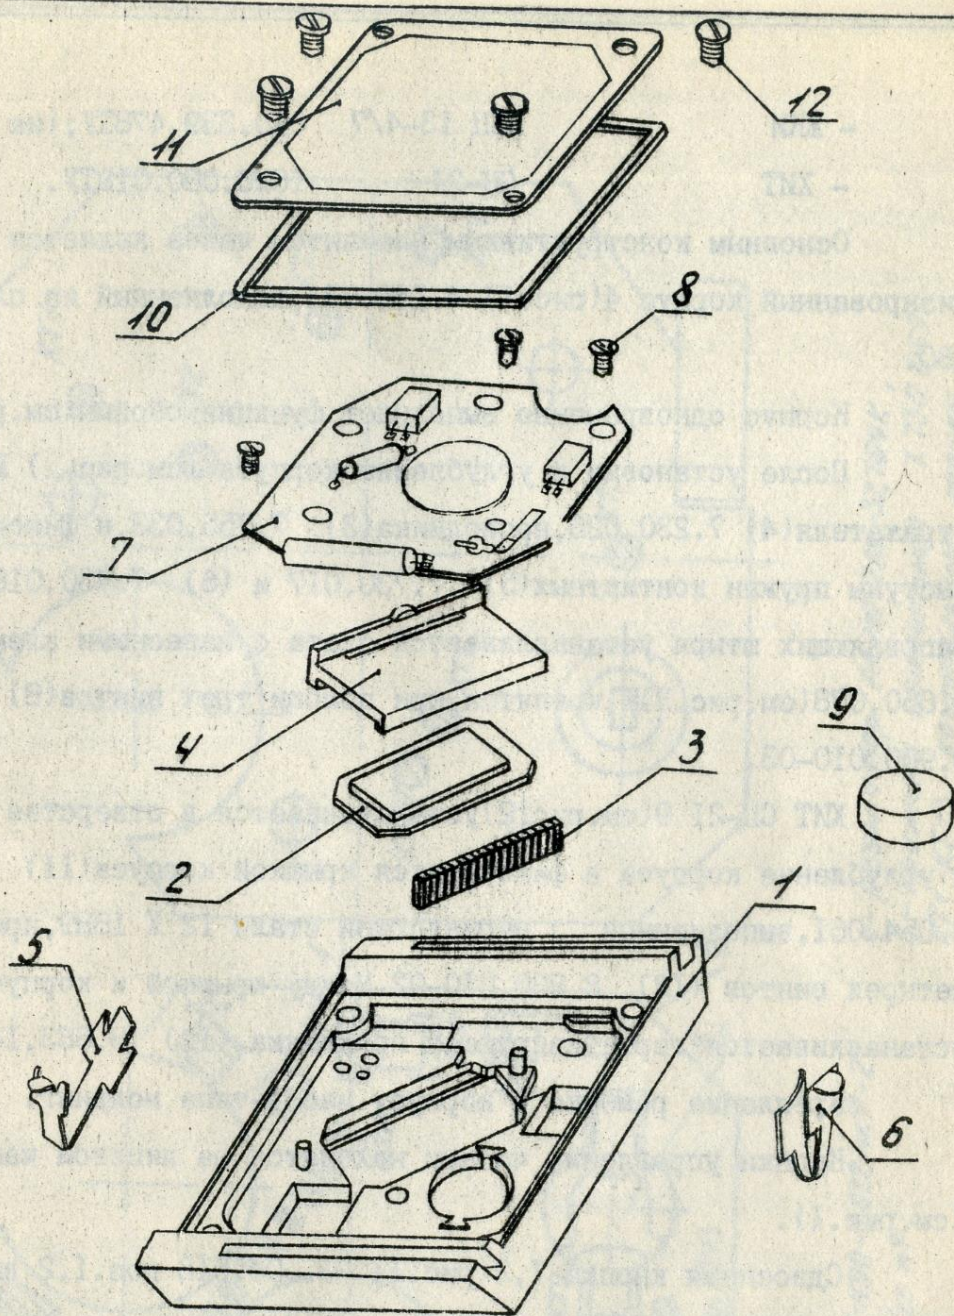

Рис.2 Конструкция часов
Корпус одновременно выполняет функции обоймы(см.рис.2, поз. I
После установки в углубление корпуса (см.рис.2) ЖКИ(2), отражателя(4) 7.230.026, проводника(3) 7.755.033, в фиксирующие выступы пружин контактных(5) 7.730.017 и (6) 7.730.018 на два направляющих штыря устанавливается плата с навесными элементами(7) 3.660.078(см.рис.3)и крепится при помощи трех винтов(8) 8.900.010-03.
ХИТ СЦ-2I 9(см.рис.2)устанавливается в отверстие платы(7) и углубление корпуса и фиксируется крышкой корпуса(II) 8.054.06I, выполненной из нержавеющей стали 12 X I8N9, при помощи четырех винтов (I2) 8.900.010-02. Между крышкой и корпусом устанавливается герметизирующая прокладка (I0) 8.683.143.
Электрическое соединение контактных площадок платы и ЖКИ осуществляется одним проводником (3), рис.2 7.755.033, представляющим собой блок из вертикально расположенных чередующихся проводящих и диэлектрических слоев эластичного материала.